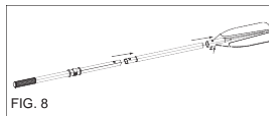

FIG. 8
- Collegare le due aste delle pagaie; assicurarsi che i perni a molla scattino in posizione. (FIG. 8)